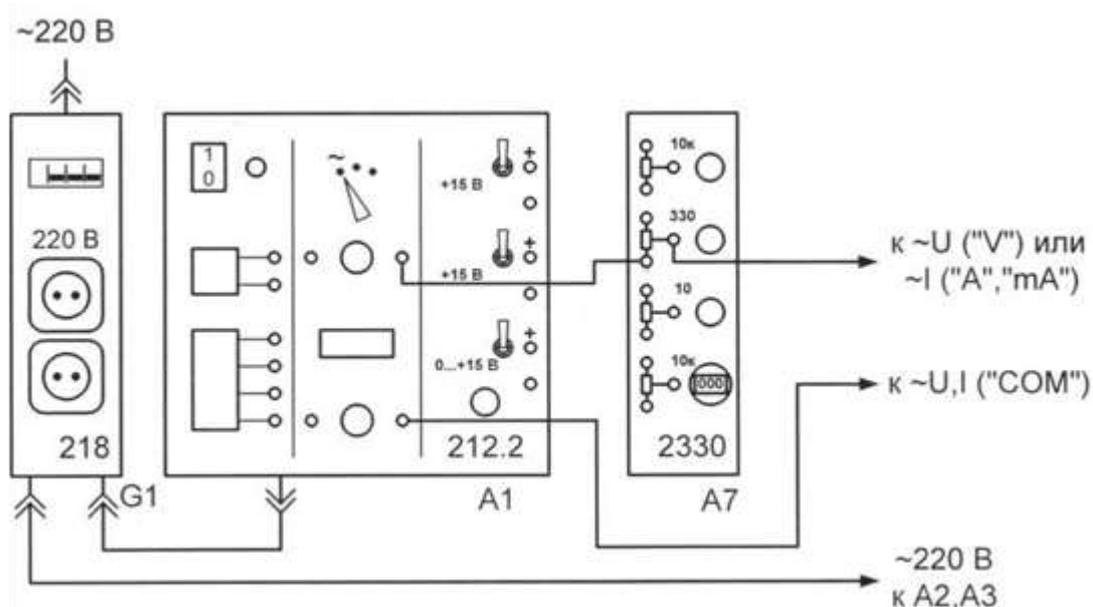
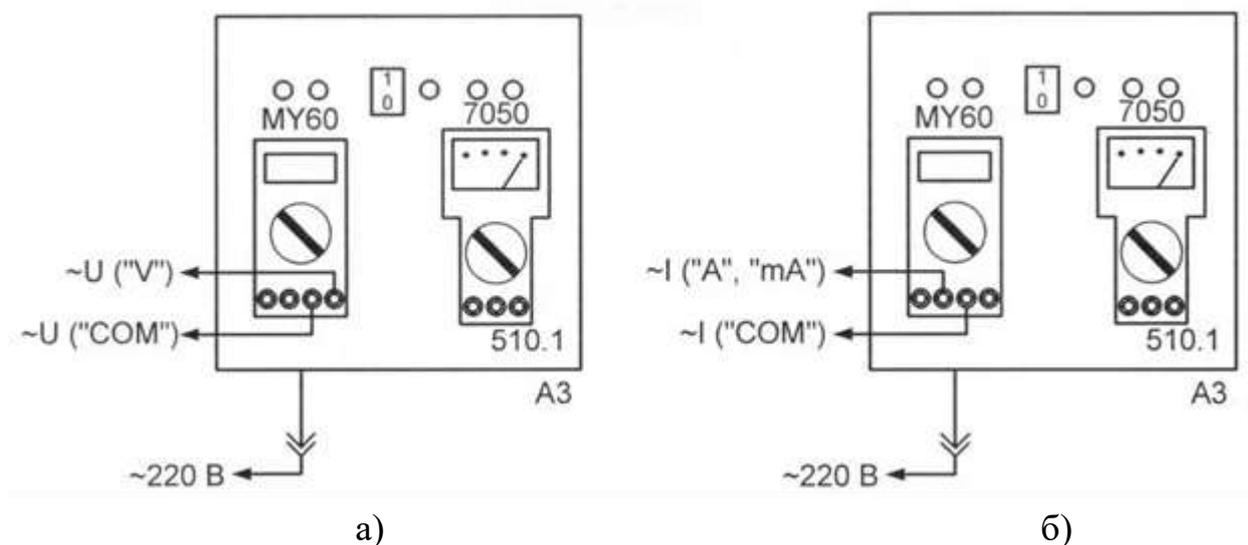
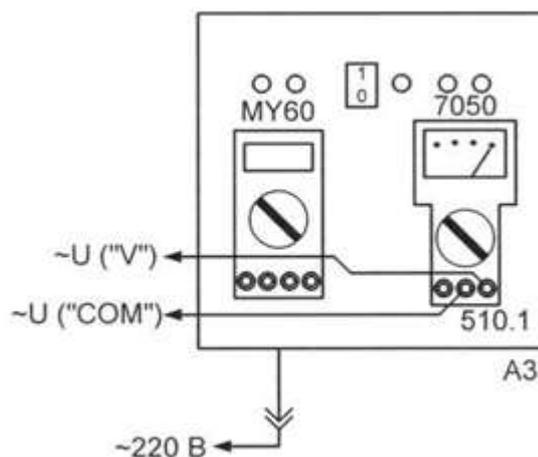

Рис. 1.2. Схема электрическая соединений источников питания для измерения синусоидального напряжения или тока
Рис.1.3. Схемы электрических соединений для измерения синусоидального напряжения (а) и тока (б) мультиметром МУ60 блока мультиметров А3 (510.1)
Рис. 1.4. Схемы электрических соединений для измерения синусоидального напряжения мультиметром 7050 блока мультиметров АЗ (510.1)
Лабораторная установка (рис. 1.2) состоит из однофазного источника питания  $G1$  (218), блока питания  $A1$  (212.2) с выходом регулируемого по частоте и амплитуде синусоидального напряжения, переменного резистора
Для любого испытываемого прибора в качестве источника синусоидального напряжения или тока используются «Генератор напряжения специальной формы» блока генераторов А1. К испытываемому прибору генератор подключается гнездами «Выход» (через переменный резистор 330 Ом блока А7) и «0 В» (рис. 1.2). При измерении напряжения мультиметры подключаются к источнику гнездами «V» и «COM» (рис. 3 а, 4 и 5 а). При измерении тока мультиметры подключаются к источнику гнездами «А» («mA») и «COM» (рис. 1.3б и 1.5б).
- Соедините аппаратуру в соответствии со схемой электрической соединений рис. 1.2. Измерительные приборы к схеме не подключать.
- Подключить мультиметр А2 (рис. 5б) к цепи рис. 1.2. Провод от гнезда «COM» мультиметра – к гнезду «0 В» генератора напряжений специальной формы блока А1. Провод от гнезда «mA» мультиметра – к движку переменного резистора 330 Ом блока А7.
- Подключить мультиметр МУ60 блока А3 (рис. 3 а) к цепи рис. 1.2. Провод от гнезда «COM» мультиметра – к гнезду «0 В» генератора блока А1. Провод от гнезда «V» мультиметра – к движку переменного резистора 330 Ом блока А7.
- Подключить мультиметр А2 (рис. 3 б) к цепи рис. 1.2. Провод от гнезда «COM» мультиметра – к гнезду «0 В» генератора напряжения специальной формы блока А1. Провод от гнезда «A» мультиметра – к движку переменного резистора 330 Ом блока А7.
- Подключить мультиметр 7050 блока А3 (рис. 1.4) к цепи рис. 1.2. Провод от гнезда «СОМ» мультиметра – к гнезду «0 В» генератора напряжения специальной формы блока А1. Провод от гнезда «VΩmA» мультиметра – к движку переменного резистора 330 Ом блока А7.
- Подключить вольтметр блока А4 (рис. 1.6а) к цепи рис. 1.2. Провод от гнезда «0 В» генератора напряжения специальной формы (блок А1) и провод от движка подключаются к гнездам вольтметра.